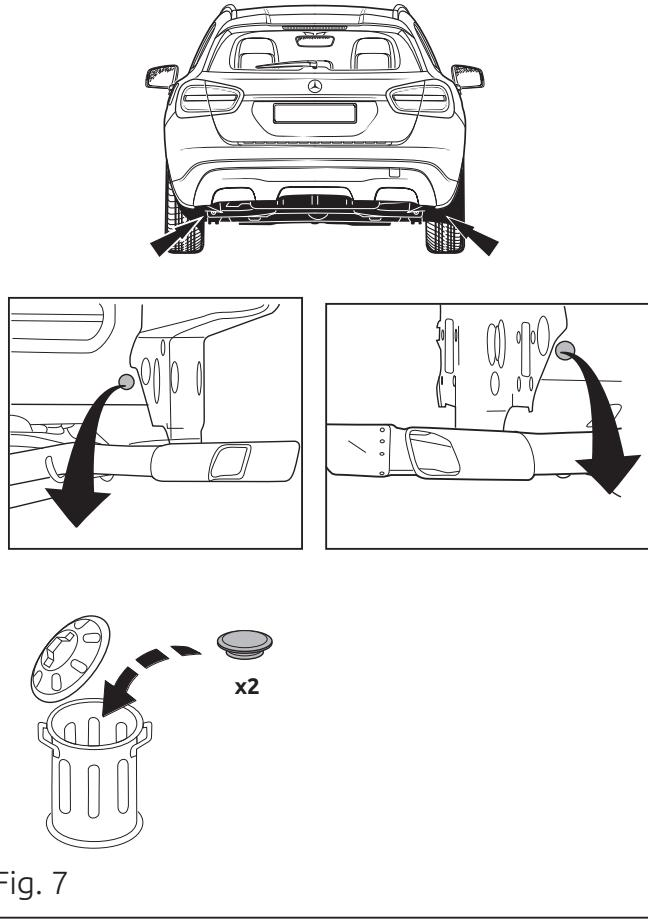

Fig. 7
13. Удалить резиновые пробки в указанных точках (см. рис. 7).